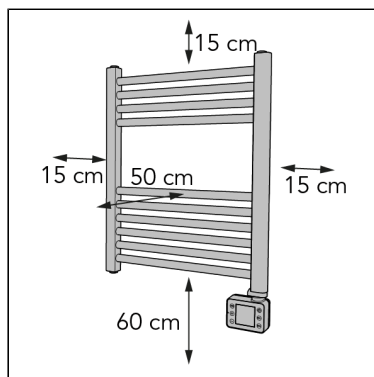

Figure 7.
2. Placez l'appareil en respectant une distance minimale (Figure 7) de :